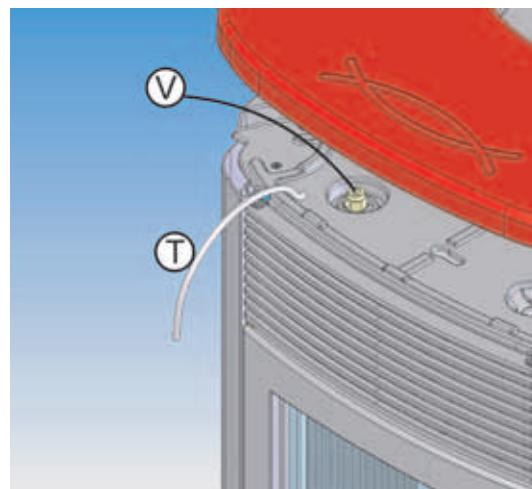

fig. 1
- Posizionare la guarnizione 10x2 (cod. 425810) di lunghezza mm 870 sul profilo laterale posteriore del fianco zincato dx e sx (fig.1).